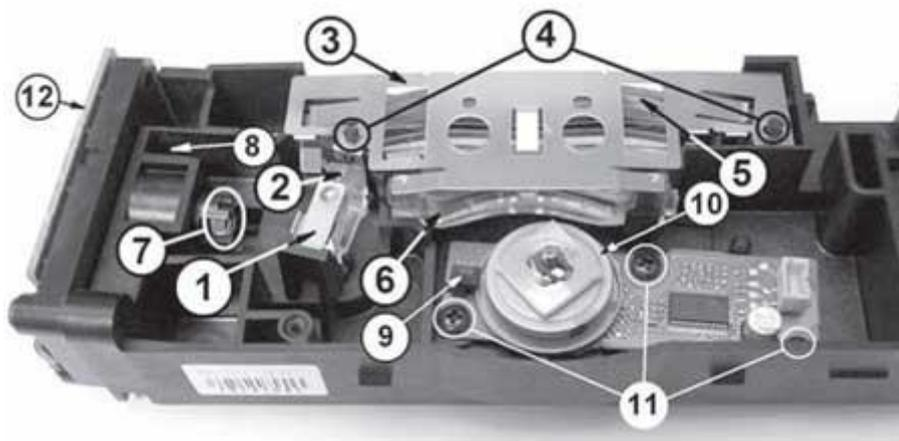
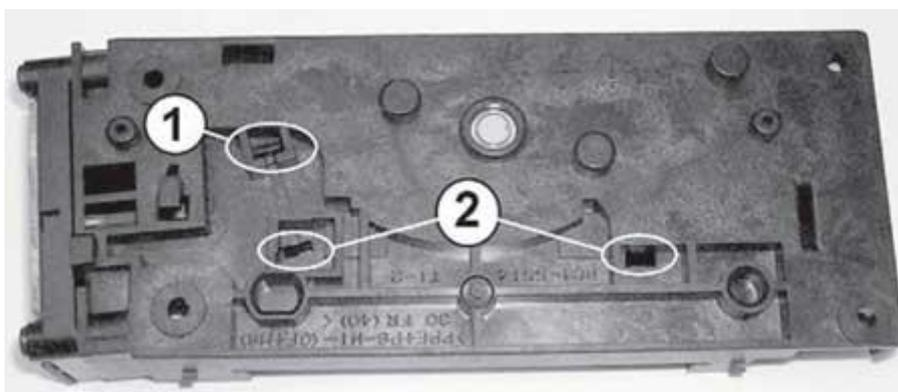
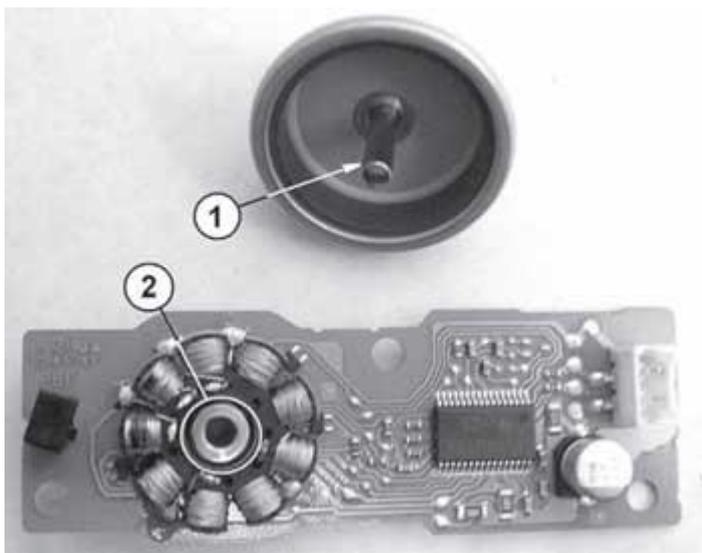

Рис. 32. Снятие линз блока лазера
Рис. 33. Снятие линз блока лазера
Рис. 34. Электродвигатель с платой управления
- линзы (рис. 32, поз. 2, 5, 6);
2. Узкой плоской отверткой освобождают фиксатор, расположенный в колодце на нижней стороне корпуса (рис. 33, поз. 1). Снимают пластину крепления линзы фокусировки луча на квадратное зеркало (рис 32, поз. 1) и саму линзу (поз. 2).
3. Поочередно освобождают два фиксатора пластины крепления линз, фокусирующих луч на фотобарабан (рис. 33, поз. 2). Перемещают пластину (рис. 32, поз. 3) вверх до выхода ее отверстий с ориентирующих штырей (поз. 4) и снимают ее с блока.
Для снятия ротора двигателя поворачивают на 90 градусов Г-образный держатель (рис. 32, поз. 9), расположенный на плате управления двигателем. Приподнимают ротор вверх и снимают с электродвигателя в сборе с квадратным зеркалом (поз. 10). Выполняют тщательную очистку оси ротора (рис. 34, поз. 1) и латунной втулки (поз. 2), расположенной на статоре, от загрязнений и старой смазки. Для очистки используют спирт и безворсовую салфетку. Наносят небольшое количество жидкой смазки, устанавливают ротор и поворачивают Г-образный фиксатор на место. При нанесении большого количества смазки на ось ротора двигатель не сможет набрать необходимые обороты и принтер не выйдет на готовность. Для удобства выполнения операции откручивают три самореза крепления платы (рис. 32, поз. 11) и снимают электродвигатель вместе с платой управления с корпуса блока (рис. 34). При выполнении операций не допускают прикосновение к граням зеркала и оптическим поверхностям элементов блока пальцами рук и инструментом.